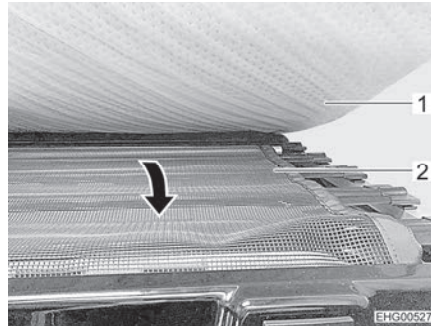

Bild 92 Skyddsnät
- Dra ut skyddsnätet (Bild 92,2) under madrassen (Bild 92,1) och spänn det över åtkomstöppningen.